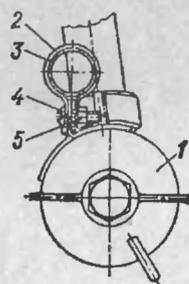

Рис. 61. Крепление глушителя к вилке рамы велосипеда (вид по стрелке Б на рис. 58)
1. Снять заглушку с выпускного патрубка цилиндра. На глушителе отвернуть гайку 5 и снять хомут 2 (см. рис. 61).
3. Надеть хомутик 2 (рис. 61) на правое перо задней вилки (по ходу велосипеда), подложив под него